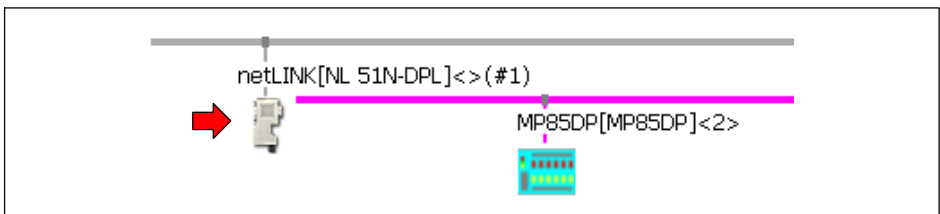

Fig. 4.6 Configuration de la passerelle
- ▶ Faites un double clic sur l'icône de passerelle (Fig. 4.6).
- ▶ Faites un double clic sur l'icône MP85 (voir aussi Fig. 4.6).